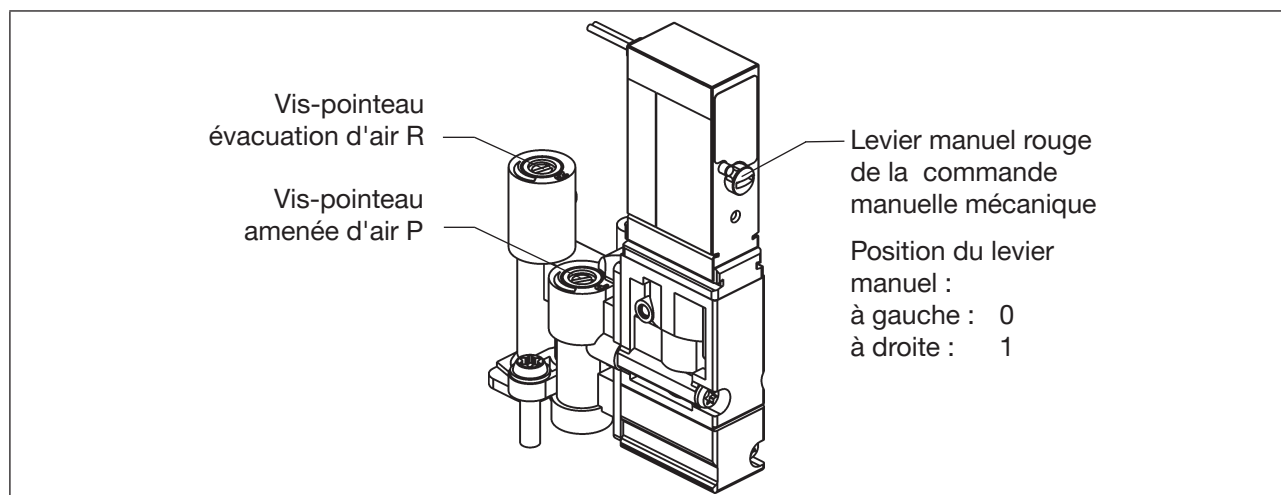

Figure 15 : Vis-pointeaux et commande manuelle mécanique des électrovannes
Les vis-pointeaux des électrovannes (voir « Figure 15 : Vis-pointeaux et commande manuelle mécanique des électrovannes ») servent au réglage de l'amenée et de l'évacuation d'air des raccords de travail et par conséquent au réglage de la vitesse d'ouverture et de fermeture de la vanne de process :
- En tenant compte des directives de sécurité, activer l'emplacement de vanne qui doit être réglé (V1, V2 ou V3) (soit via la commande de l'installation soit via la commande manuelle mécanique respective sur l'électrovanne, voir « Figure 15 »).